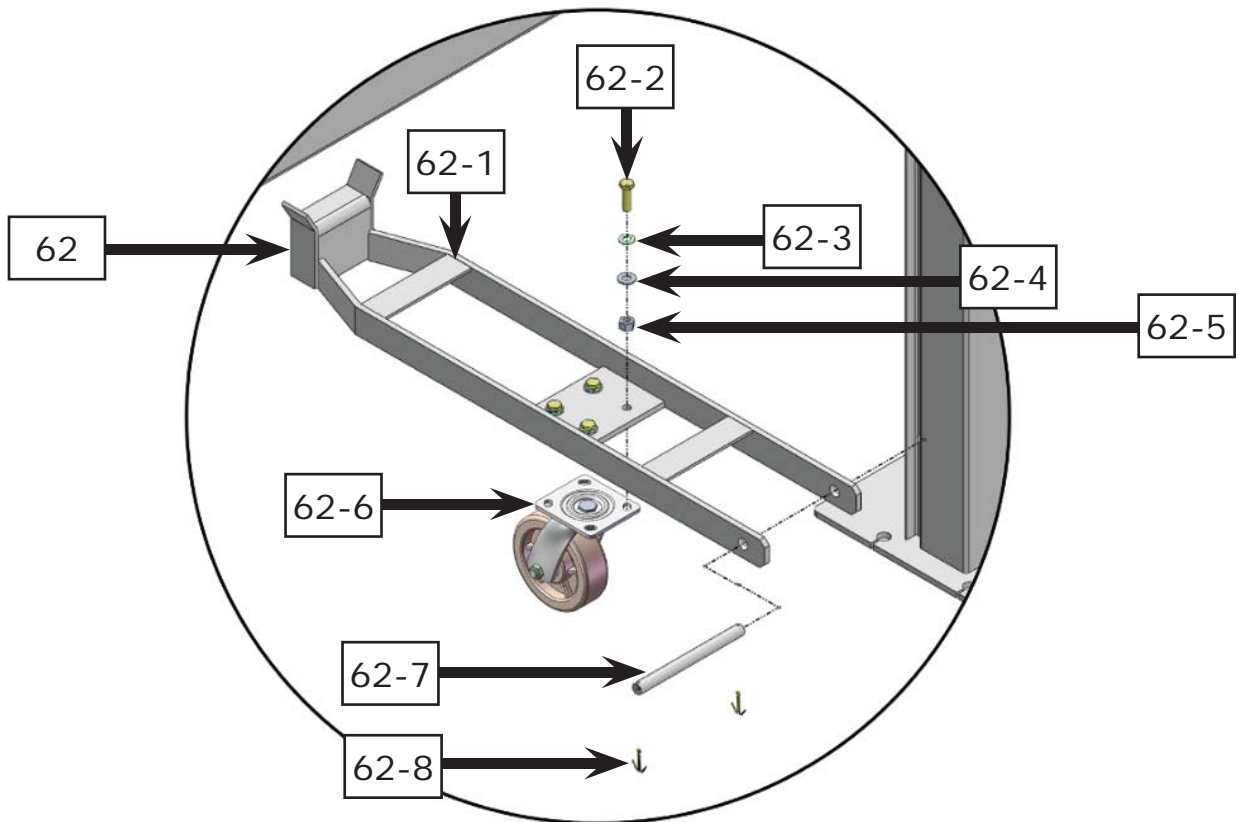

Fig. 27
1. Install optional caster kit (See Fig. 27)